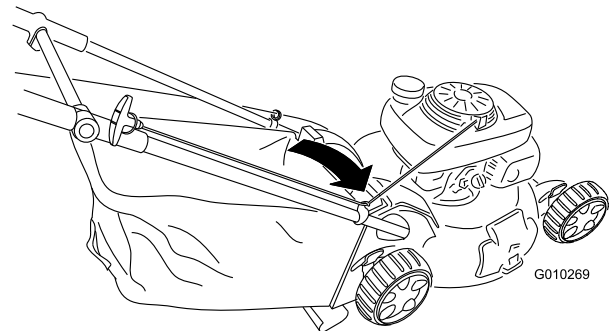

Figura 31
1. Pase la cuerda del arrancador alrededor de la guía de cuerda inferior (Figura 31).